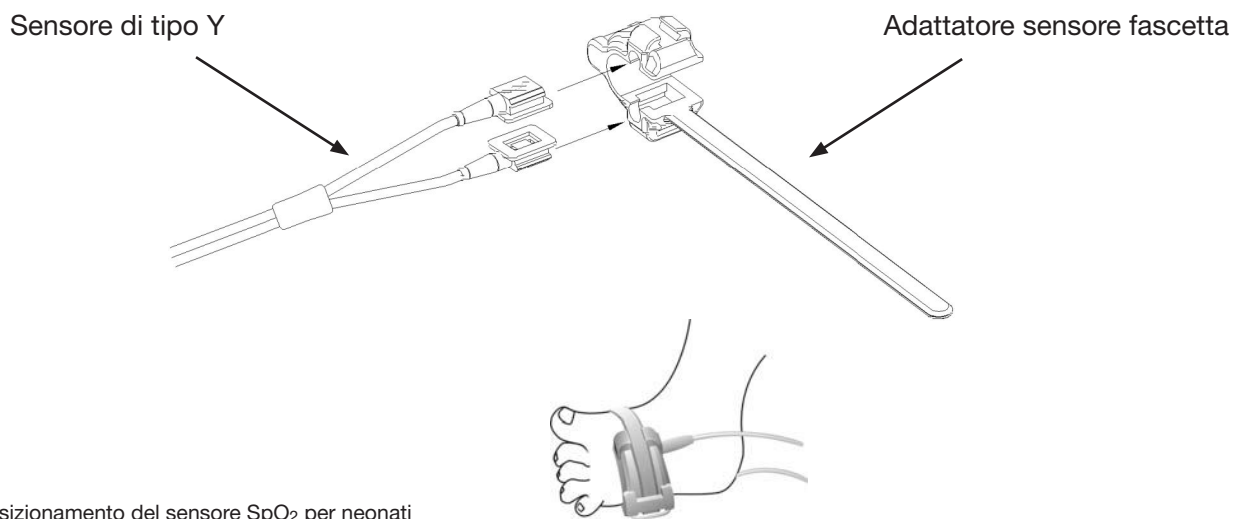

Figura 3.7 Posizionamento del sensore SpO2 per neonati
3. Se si usa il sensore SpO2 per neonati seguire la figura 3.7 per il collegamento